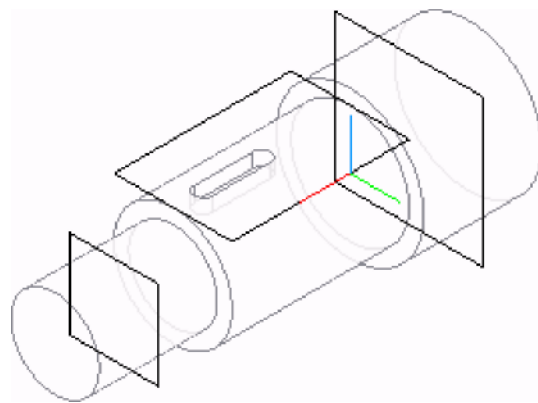

Рис. 6.18
4. Паз формуємо з використанням команди . Вирізати видавлюванням (рис. 6.18).